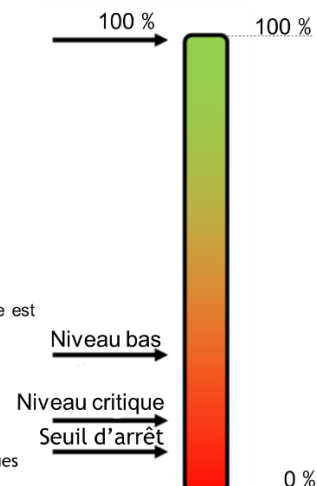

Figure 9 : fonctionnement en fonction de la capacité de la batterie
**Question II-1** Exprimer les pourcentages de la capacité restante du seuil de Niveau bas, Niveau critique et Seuil d'arrêt en mesurant les pourcentages sur la figure 9 et **caractériser**, en watt-heure, l'énergie utilisable par le robot jusqu'au seuil d'arrêt.